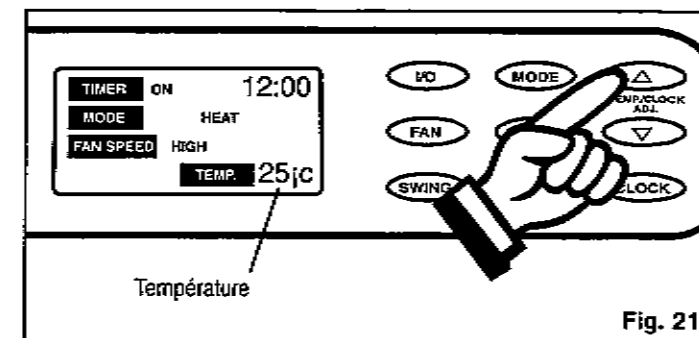

Fig. 21
2) Appuyez sur la touche appropriée Δ ou ∇ pour régler la température de votre choix. Cette température est indiquée sur l'ACL. La température peut être réglée entre 17°C (62°F) et 30°C (88°F). Fig. 21.